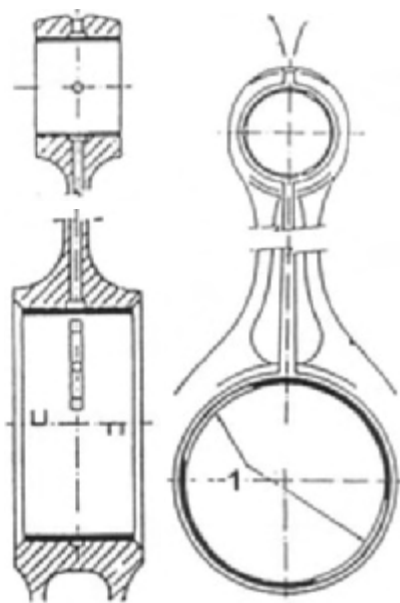
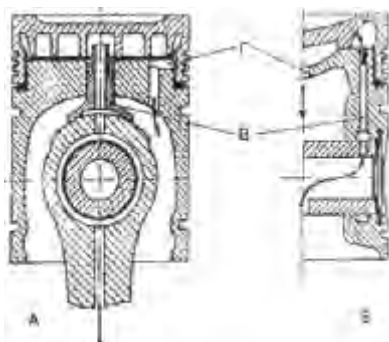

Рис. 3. Схема шатуна с каналами для прохода масла под давлением.
Рис. 4. Схема поршней с внутренним охлаждением.
На рис. 3 показан шатун с каналами для прохода масла под давлением, показаны зоны 1 шатунного подшипника, наименее нагруженные при работе двигателя, и в них - канавки для прохода масла. В конечном итоге масло почти постоянно подается из поршневой головки шатуна в полости головки поршня. Такая подача может происходить двумя путями, которые показаны на рис. 4.
Рис. 3. 1 - 14-30° фаска шириной 0,76 мм; 2 - 15-45° седло шириной 1,65 мм для впускного и 1,91 мм для выпускного клапана; 3 - 16-60° верхняя фаска шириной 2,5 мм.
- Сделайте как можно лучшую обработку клапанов, добавив фаску в 30° в верхней части седла и на задней части клапана. 45°-ные седла должны иметь ширину примерно 1,65 мм для впускных клапанов и примерно 1,91 мм для выпускных клапанов. (Рис. 3.)